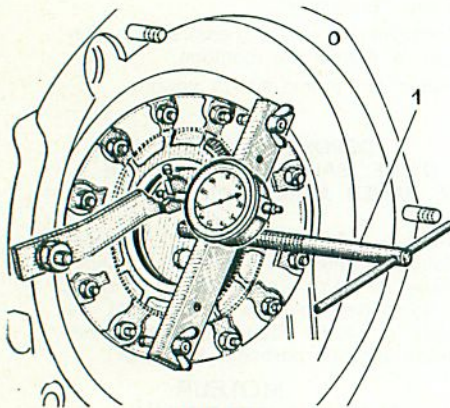

Figure 66.
DEPOSE ET POSE DU PALIER ARRIERE, SANS CHANGEMENT DU ROULEMENT (y compris) VERIFICATION DU JEU LATERAL (fig. 66, 67, 68)
Monter l'outil Wilmonda DAY, et un comparateur sur le palier arrière, comme l'indique la figure 66. Pour faciliter le glissement du vilebrequin sur les galets du roulement de palier avant, chauffer légèrement le carter. Tourner doucement la vis (1) vers la droite pour pousser le vilebrequin à fond vers l'avant; dès que l'on ne peut plus tourner le vilebrequin, desserrer progressivement la vis (vers la gauche) jusqu'au moment où l'aiguille du comparateur s'immobilise. A cet instant la vis (1) n'est ni en poussée, ni en tirage (point mort). Placer le repère du zéro du comparateur sur l'aiguille. Tourner la vis toujours à gauche et doucement pour amener le vilebrequin complètement vers l'arrière, jusqu'au moment où on ne peut plus le faire tourner sur lui-même.